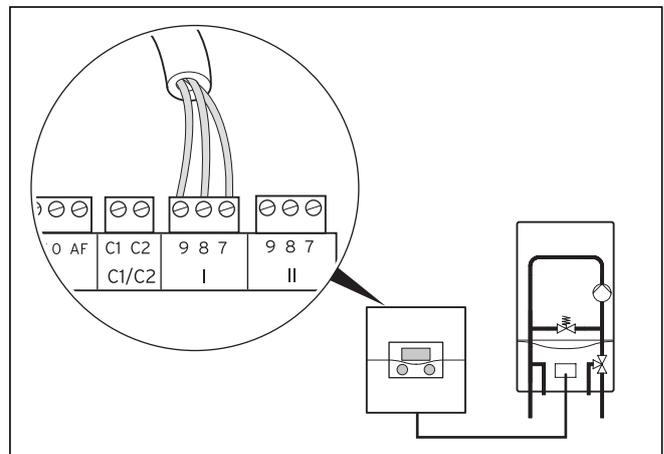

Abb. 5.1 Heizgerät anschließen
- Nehmen Sie die Anschlussverdrahtung des Heizgerätes mit der Verbindungsleitung (min. 3x0,75 mm²) vor (→ **Abb. 5.1**).